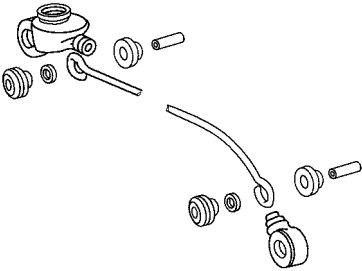

图 15-128 分解负载传感弹簧
(6) 分解负载传感弹簧。如图 15-128 所示拆下下列零件。